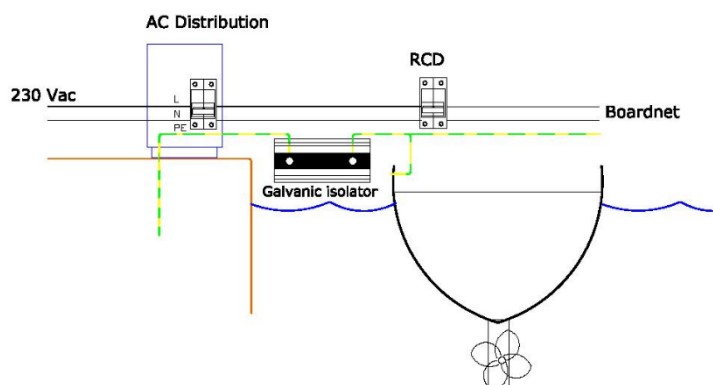

Abbildung 1: Schaltbild
- 2.3. Verbinden Sie den galvanischen Trenner mit dem grünen (Sicherheits-) Erdungsleiteranschluss wie in Abbildung 1 gezeigt.